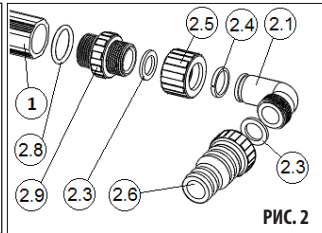
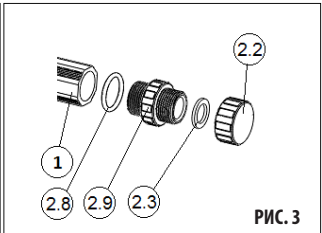

РИС. 2
РИС. 3
- 1) Соберите панель. На трубы солярной панели накрутите фторопластовые фитинги (2.9) с силиконовыми уплотнительными кольцами (2.8). РЕКОМЕНДУЕМ НАНЕСТИ НА ТОРЦЕВУЮ УПЛОТНИТЕЛЬНУЮ ПОВЕРХНОСТЬ ТРУБЫ СОЛЯРНОЙ ПАНЕЛИ (1) ТОНКИЙ СЛОЙ ПРИЛАГАЕМОЙ СМАЗКИ – ТАК ВЫ ИЗБЕЖИТЕ НЕГЕРМЕТИЧНЫХ СОЕДИНЕНИЙ. После этого на фторопластовые фитинги установите патрубков для присоединения шлангов (РИС. 2) и пробки (РИС. 3). В одной из труб панелей посередине находится пробка – на этой трубе должны быть установлены патрубки для присоединения шлангов, на второй трубе установите пробки.